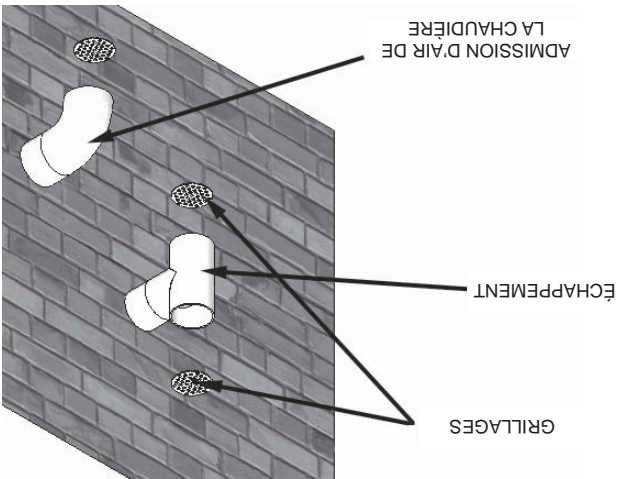
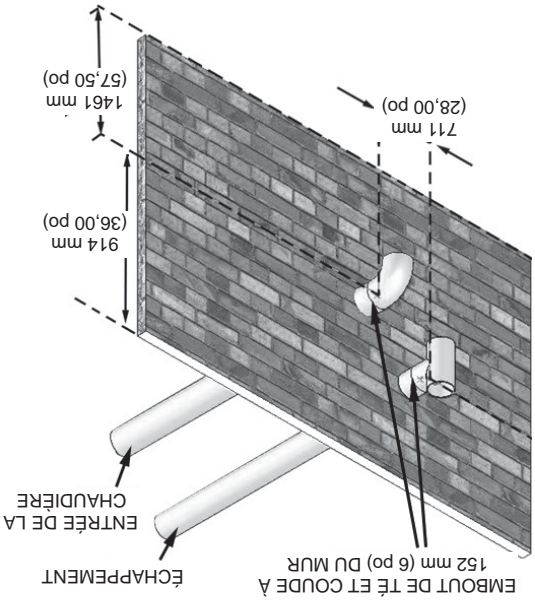

FIGURE 32. TERMINAISON D'ADMISSION D'AIR ET DE VENTILATION - HORIZONTALE
FIGURE 33. DÉGAGEMENTS HORIZONTAUX - TERMINAISON D'ADMISSION D'AIR ET DE VENTILATION
- 3. La tuyauterie d'admission doit se terminer avec un coude vers le bas muni d'un grillage. Cette configuration empêchera la recirculation des produits de combustion dans le flux d'air de combustion. Voir la Figure 32.
- 4. La tuyauterie de ventilation doit se terminer avec un « T » orienté vers le haut et éloigné de l'admission d'air. Voir la Figure 32.
- 5. Maintenir les dégagements tels qu'illustrés aux Figure 32 et Figure 33. La ventilation doit se terminer :
L'admission d'air doit se terminer à au moins 305 mm (12 po) au-dessus du sol ou de l'accumulation de neige; à au moins 305 mm (12 po) en-dessous de la terminaison de ventilation; et le tuyau de ventilation ne doit pas excéder plus de 610 mm (24 po) verticalement à l'extérieur tel qu'illustré aux Figure 32 et Figure 33.